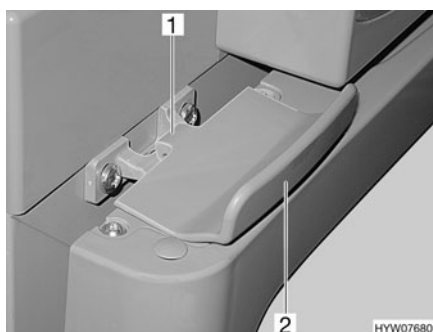

Fig. 153 Dispositif de verrouillage de la porte du réfrigérateur, fermé (Thetford)
- Ouvrir la porte du réfrigérateur sur la poignée (Fig. 153,2). Le verrouillage (Fig. 153,1) sera débloqué automatiquement.